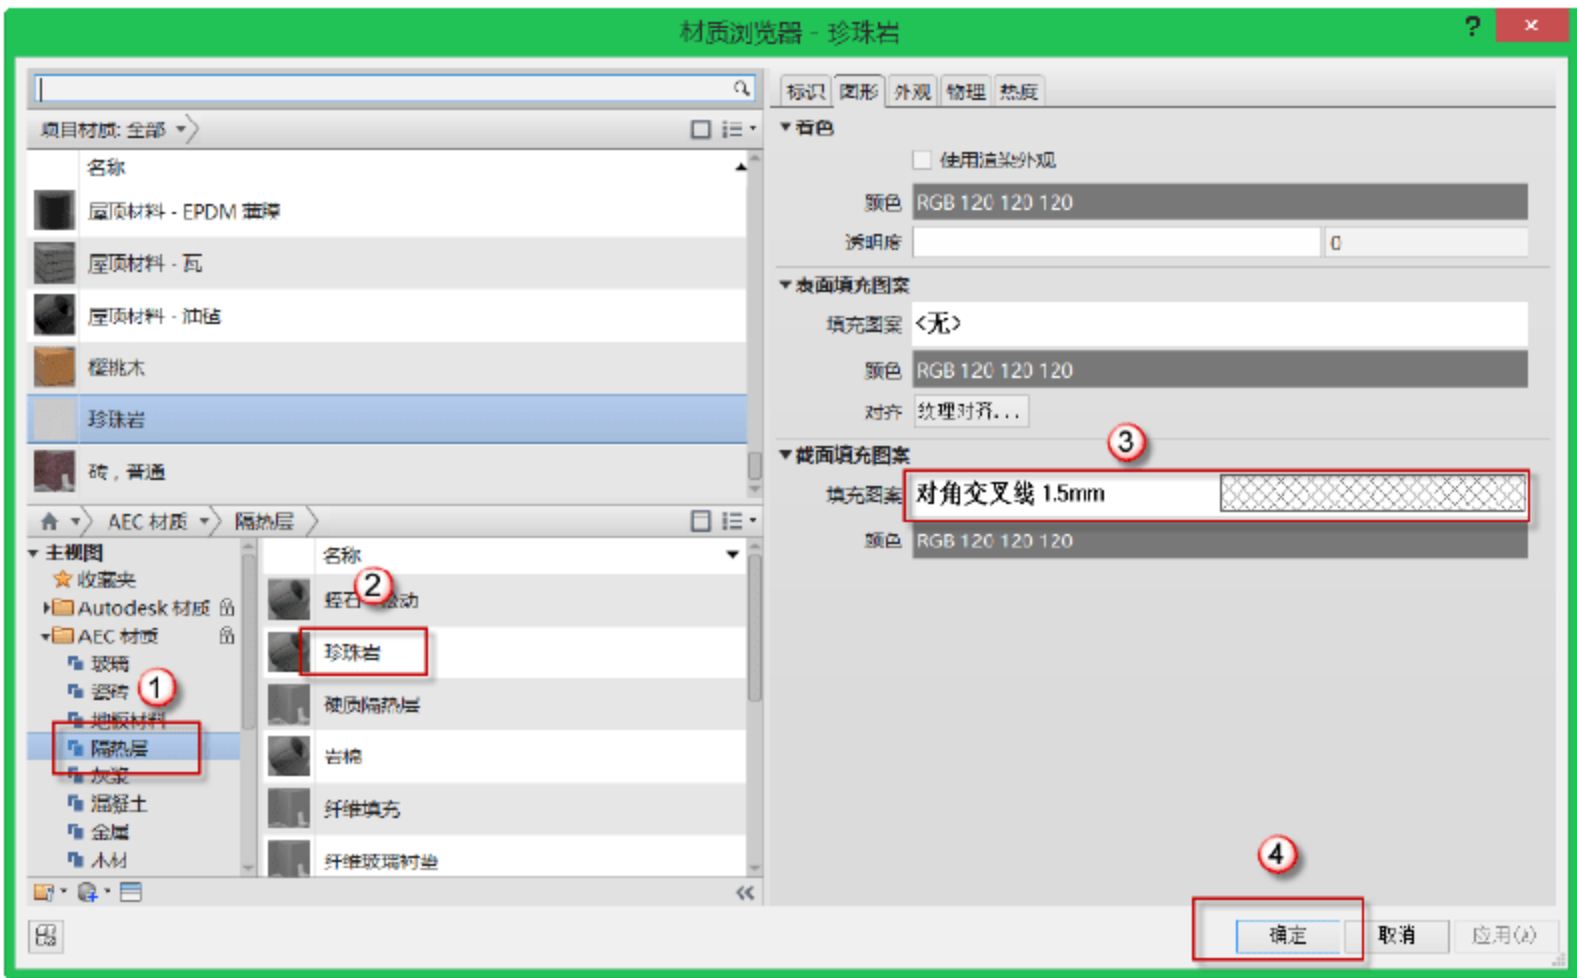

图 10.1.5 编辑“保温层/空气层”材质图
(4) 编辑“保温层/空气层”材质。在“编辑部件”对话框中单击“保温层/空气层”对应的“材质”单元格右上角的“浏览”按钮，在弹出的“材质浏览器”对话框中，选择“AEC 材质”→“隔热层”→“珍珠岩”选项，将其填充图案改为“对角交叉线 1.5mm”，单击“确定”按钮返回“编辑部件”对话框，如图 10.1.5 所示。然后在“编辑部件”对话框